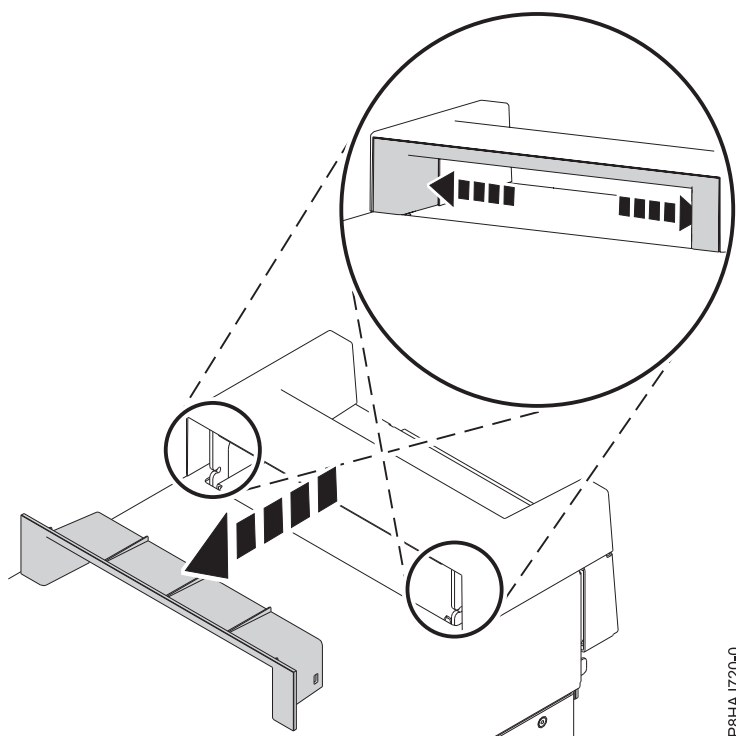

Figura 16. Removendo a peça dentro da tampa da alça em um sistema 8286-41A independente
1. Remova a peça de plástico do interior da tampa da alça empurrando as travas de dentro firmemente e arrastando-as para fora. Consulte o Figura 16 na página 38.